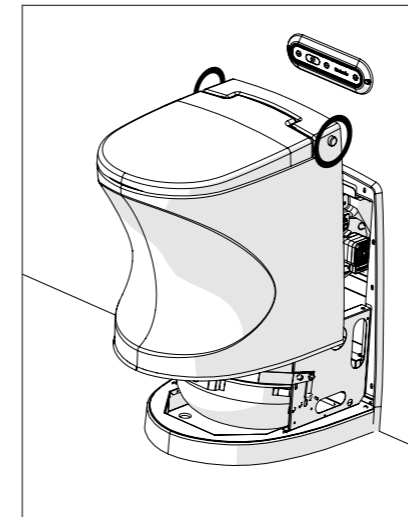

Bild 4
2. Dra ut toalett-höljet från fästet på bakre väggen. Det går enklare att dra ut höljet om du håller fingrarna runt "knopparna" (bild 4).